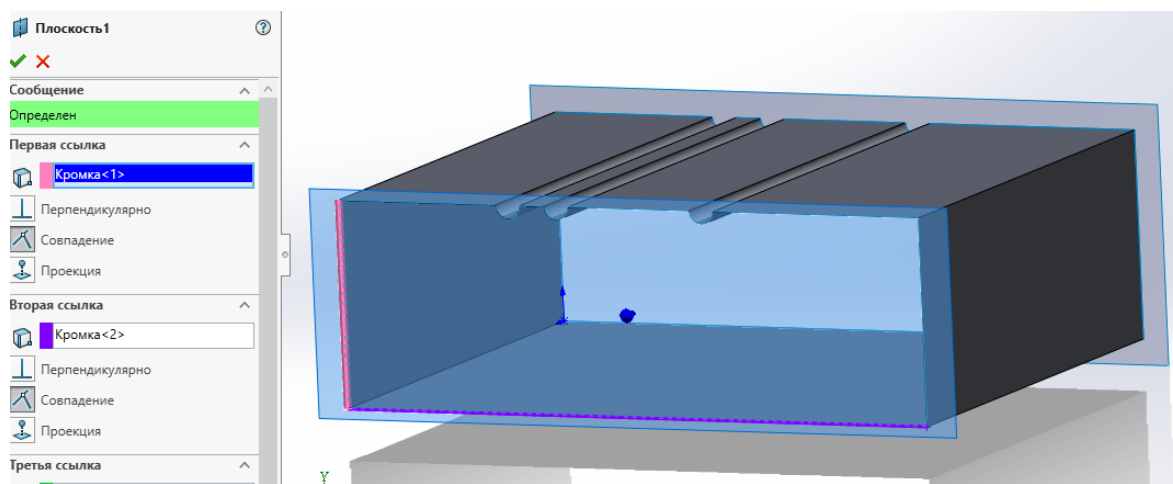

Рис. 8. Создание плоскостей
9. Для построения следующего эскиза понадобится вспомогательная плоскость, которая создается, перейдя в *Элементы – Справочная геометрия – Плоскость* . Для его создания необходимо выбрать две кромки, как на рис. 8. Для удобства поверхности можно скрыть, нажав на них ЛКМ, и выбрать *Скрыть* .